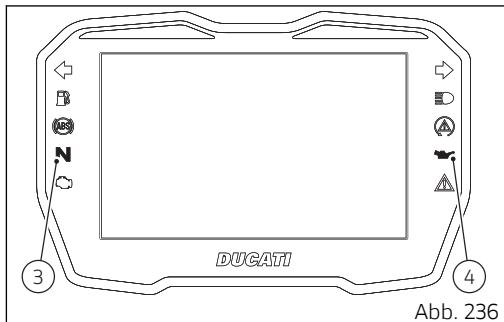

Abb. 236
Den roten Schalter (1) an der rechten Lenkerseite nach oben bringen, dann die Taste (2) drücken. Das Motorrad spontan anspringen lassen, ohne dabei den Gasdrehgriff zu betätigen. Die rote Öldruckkontrollleuchte (4, Abb. 236) muss einige Sekunden nach dem Anlassen des Motors erlöschen.